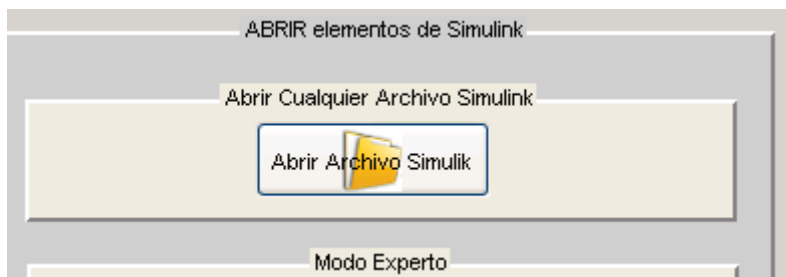

Figura 41. Botón Abrir
1. El primer sub-panel que nos encontramos se llama “abrir archivo Simulink”, el cual se muestra en la figura 41: